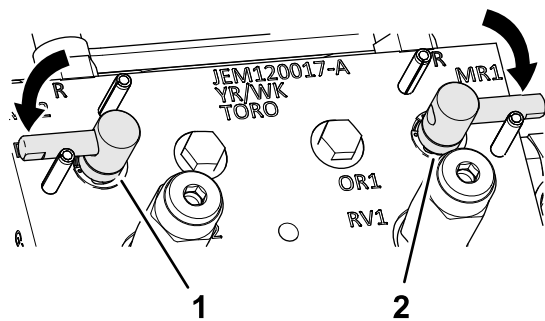

Figura 106
3. Mova as alavancas de retificação para a posição F (corte) (Figura 106).